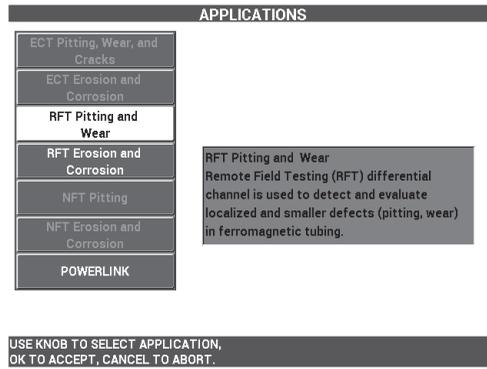

Figura 5-193 L'applicazione RFT vaiolatura e usura
2. Selezionare **CONTINUA** (premere il tasto A), usare la manopola per selezionare **RFT vaiolatura e usura** e in seguito premere ✓ per confermare (vedere Figura 5-193 a pagina 279).